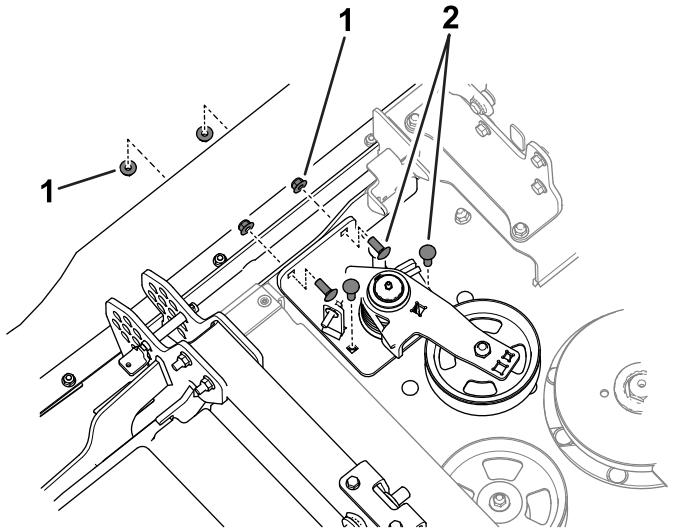

图 3
3. 卸下将张紧器总成固定到滚刀组的托架螺栓和螺母 (图 3)。